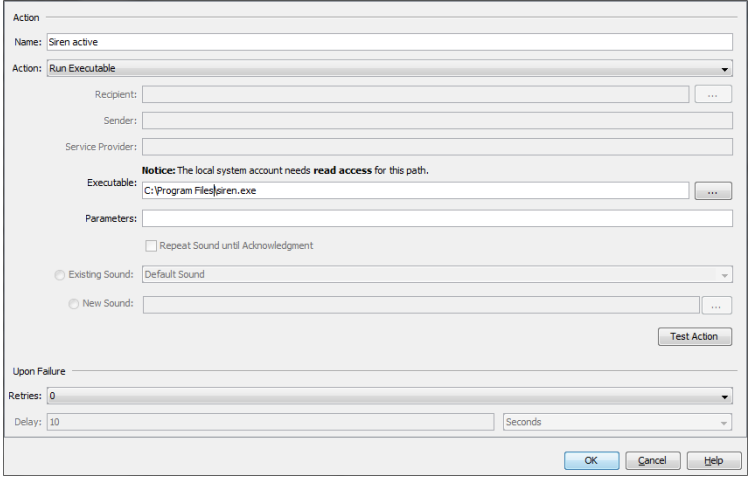

Figura 81: *Configuration > Preferences > Basics > Event Actions > Actions*
- Esecuzione di un programma (vedere nota in "Installazione in Windows"). Nell'immagine sottostante (vedi figura 81), viene fornito un esempio del programma utente "siren.exe".